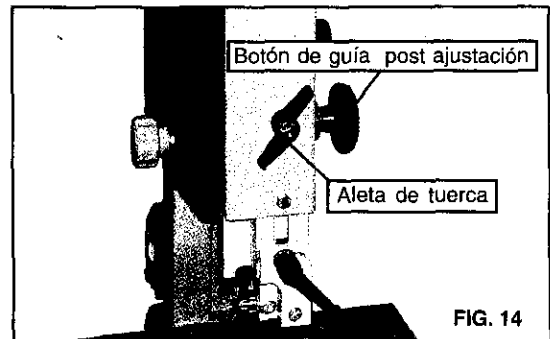

FIG. 14
- b. Para ajustar este altura, soltar la tuerca balanceada al lado superior del ruedecilla.(Ver Fig. 14)